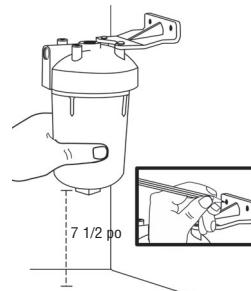

Figure 1
1. Positionner le filtre en le tenant contre le côté de l'armoire sous l'évier. Laisser un espace libre d'eau au moins 19 cm (7 1/2 po) sous le filtre pour permettre d'installer la cartouche filtrante. Déterminer l'endroit où seront installés le filtre et le raccordement à l'arrivée d'eau. Fixer le support de fixation aux endroits prévus à cette fin sur la tête du filtre à l'aide des vis autotaraudeuses. (Figure 1)